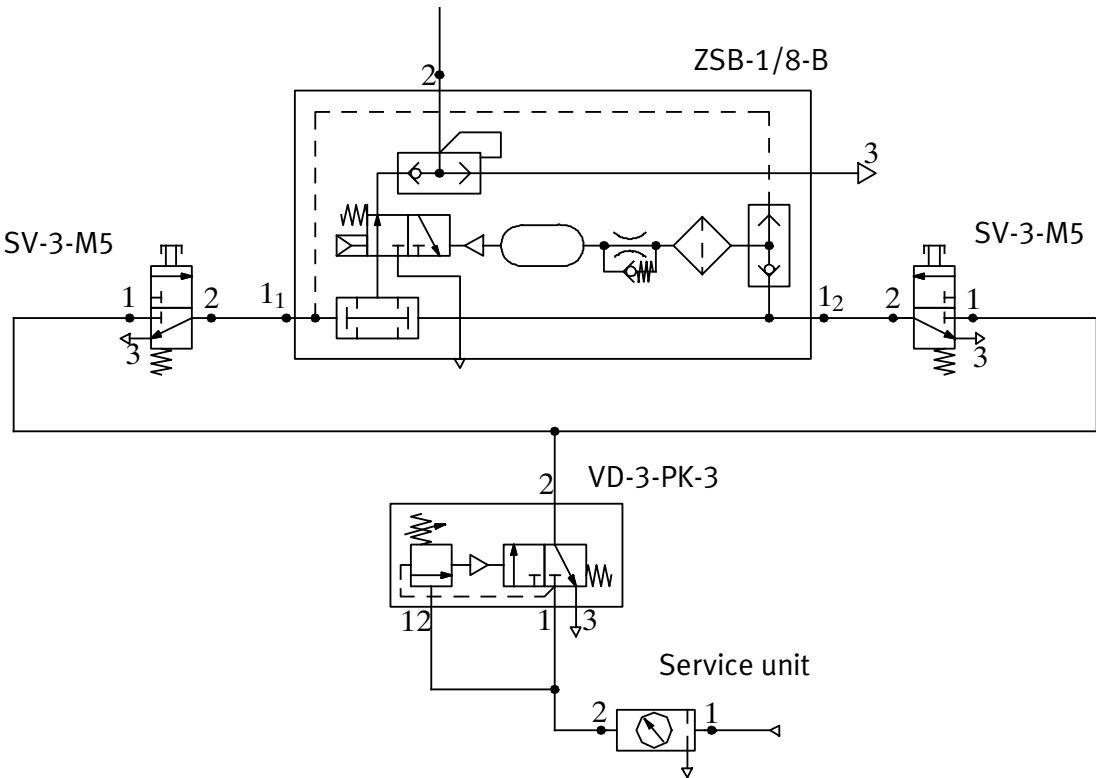

Fig. 2 Beispiel für eine einfache Ansteuerung
- Verwenden Sie zur Druckluftaufbereitung eine Wartungseinheit der MS- oder D-Reihe von Festo (→ Fig. 2).
- Treffen Sie geeignete Maßnahmen zur Absicherung des für den Betrieb erforderlichen Mindestdruckes von 4 bar. Geeignet ist z. B. ein Druckschaltventil vom Typ VD-3-PK-3 (→ Fig. 2).
3. Installieren Sie zwei 3/2-Wege-Tasterventile (→ Fig. 2).